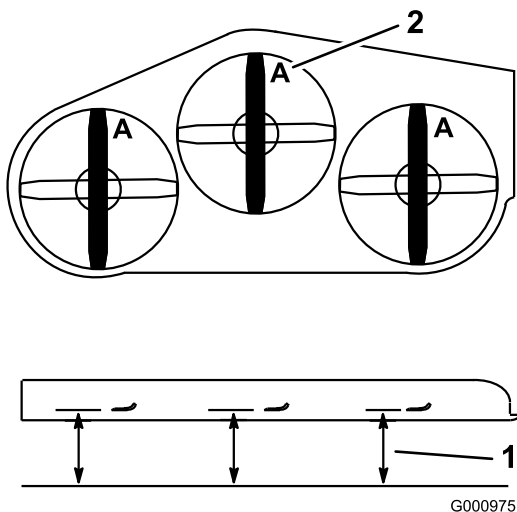

Figure 81
3. Tournez les lames dans le sens longitudinal (Figure 81). Mesurez la distance entre la surface plane et le tranchant (position **A**) des lames (Figure 81). Notez cette valeur.